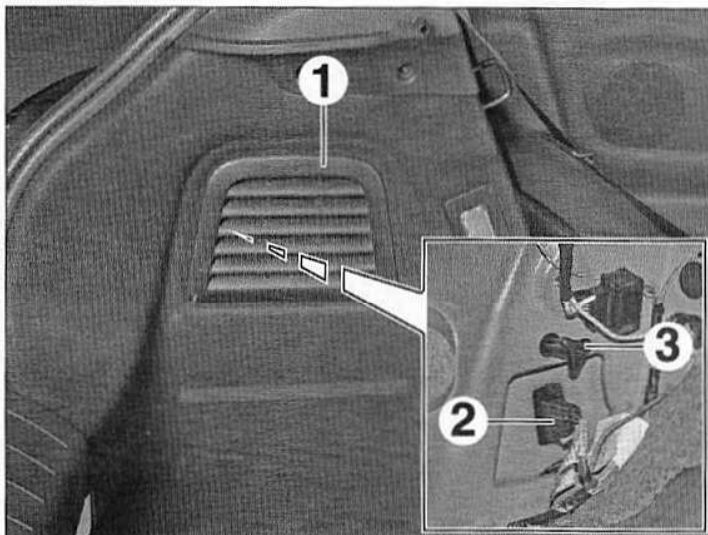

FIG.56
- Déposer la trappe (1) (Fig.56).
- Débrancher le connecteur électrique (2).
- Déposer l'écrou (3).